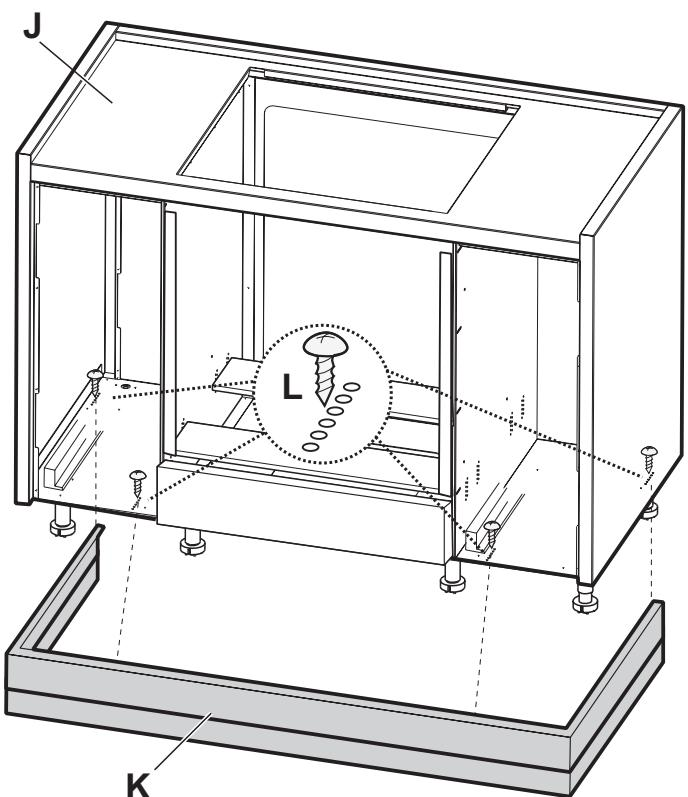

Abb. 5
7. Die Möbelstruktur an dem dafür vorgesehenen Platz positionieren und überprüfen, dass die Arbeitsplatte **J** absolut eben ist (gegebenenfalls die Schrankfüsse **F** regulieren). **Abb. 5**.
8. Die Fussleiste **K** mit vier Schrauben an der Struktur des Möbelstücks befestigen (die Fussleiste kann in unterschiedlichen Tiefen, je nach Notwendigkeit, am Möbelstück befestigt werden; zum Festschrauben stehen die Löcher **L** in verschiedenen Positionen zur Verfügung). **Abb. 5**.